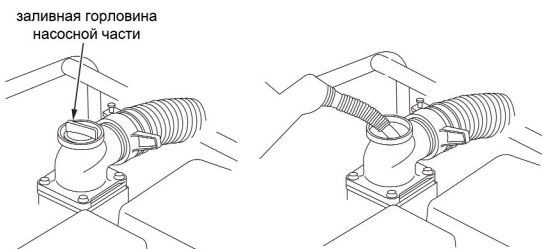

Рис. 7
- отвернуть пробку заливной горловины насосной части (см. рис. 7);